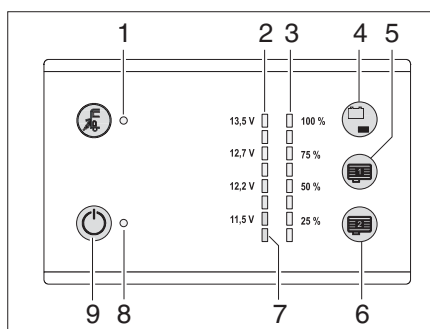

Fig. 94 Pannello di controllo LT 101 / LT 102
Il livello di riempimento del serbatoio dell'acqua può essere richiamato con il pulsante sensibile al tocco (Fig. 94,4).
- Toccare il pulsante sensibile al tocco (Fig. 94,4): il livello del serbatoio dell'acqua viene segnalato in quattro livelli dai LED (Fig. 94,3) (25 % ... 100 %).
I livelli di riempimento dei serbatoi interni delle acque grigie (accessorio opzionale) possono essere richiamati con i pulsanti sensibili al tocco (Fig. 94,5 e 6).
- Toccare il pulsante sensibile al tocco (Fig. 94,5 o 6): il livello del corrispondente serbatoio viene segnalato in quattro livelli dai LED (Fig. 94,3) (25 % ... 100 %).
Il LED rosso di avviso (Fig. 94,7) inizia a lampeggiare non appena la tensione della batteria dell'abitacolo scende fino a 11 V (misurazione durante il normale esercizio) con conseguente rischio che la batteria si scarichi completamente.
Con il pulsante sensibile al tocco (Fig. 94,4) si può richiamare lo stato di carica della batteria dell'abitacolo.
Indicazione: ■ Toccare il pulsante sensibile al tocco (Fig. 94,4): viene indicato lo stato di carica della batteria dell'abitacolo.
L'interruttore principale 12 V (Fig. 94,9) inserisce o disinserisce il pannello di controllo e l'alimentazione a 12 V dell'abitacolo.
Accensione: ■ Toccare il pulsante sensibile al tocco (Fig. 94,9): l'alimentazione a 12 V dell'abitacolo è inserita. La spia di controllo (Fig. 94,8) diventa verde.
Spegnimento: ■ Toccare di nuovo il pulsante sensibile al tocco (Fig. 94,9): l'alimentazione a 12 V dell'abitacolo è disinserita. La spia di controllo a 12 V (Fig. 94,8) si spegne.
- ▷ Se il LED di avviso della scarica completa (Fig. 94,9) lampeggia, l'alimentazione non può essere inserita, in quanto la tensione della batteria è troppo bassa.